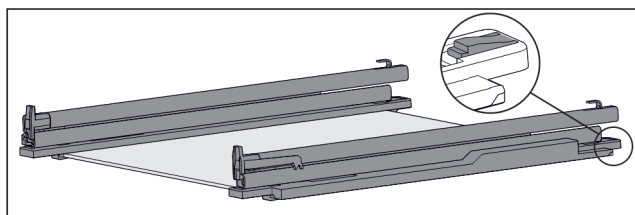

Fig. 222 Ripiano in vetro con guide e fermi
- Premere il fermo sul lato posteriore (vedere Fig. 222) e allo stesso tempo spingere la guida all'indietro.